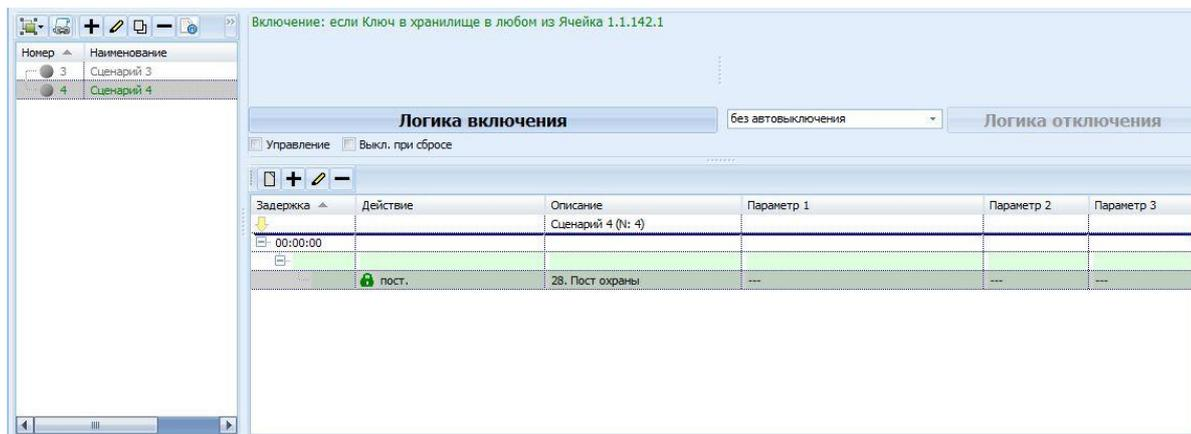

Рисунок 4.22
- 4) Добавить в исполнительный блок второго сценария охранную зону с действием – Поставить (Рисунок 4.22).